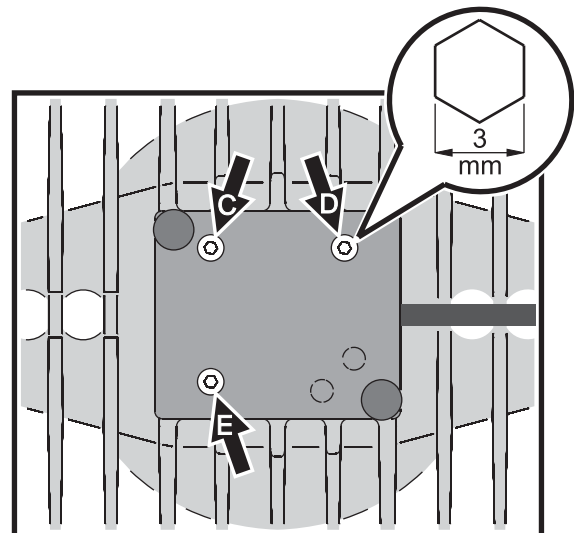

Figura 3: Tornillos de ajuste de lámpara
4. Observar la Figura 3. Mover los 3 tornillos allen de 3 mm **C**, **D** y **E** hacia adelante o hacia atrás hasta obtener el haz lo más homogéneo posible.